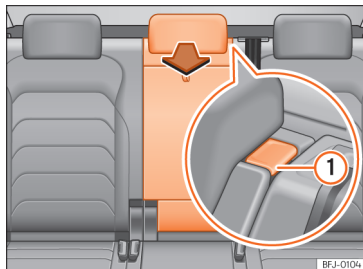

Рис. 208 Спинка заднього сидіння: отвір люка для довгих предметів.
- Натисніть кнопку >>> **рис. 208** ①, опустіть спинку вперед >>> **⚠**.